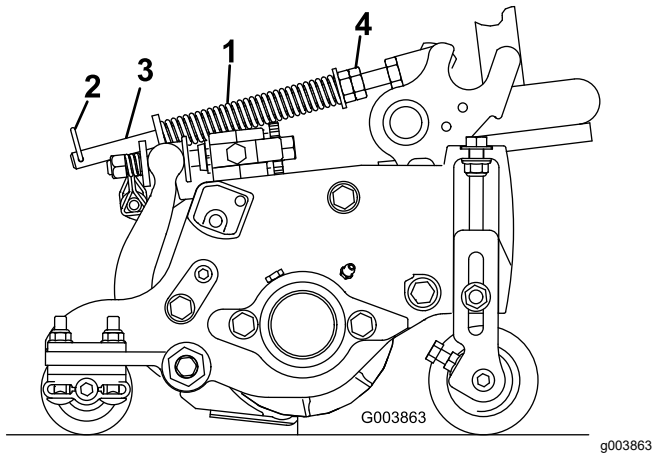

Bild 21
Die Rasenkompensierungsfeder (Bild 21) verlagert das Gewicht von der Front- zur Heckrolle. Dies reduziert ein Bobbing genanntes Wellenmuster auf der Grünfläche.
1. Stellen Sie sicher, dass der Splint in das hintere Loch in der Federstange eingesetzt ist (Bild 21).
2. Ziehen Sie die Sechskantmutter vorne an der Federstange an, bis die komprimierte Länge der Feder 15,9 cm beträgt, siehe Bild 21.